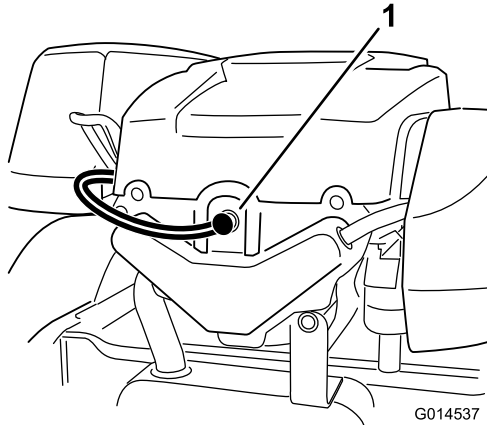

Figura 32
2. Retire el cable de bujía (Figura 32). Limpie alrededor de la bujía para evitar que entre suciedad en el motor y pueda causar daños.
3. Conecte el cable a la bujía (Figura 32).